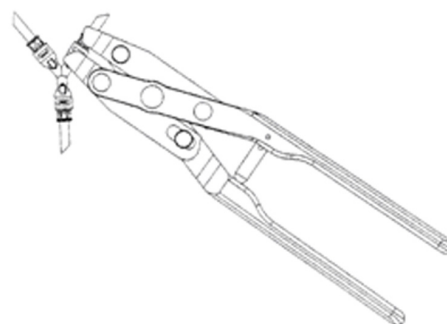

Figura 4-36. Ferramenta de montagem de conexão rápida (abordagem do lado do conector de 3 vias)
9. Quando usar um conector de 3 vias, a ferramenta de montagem deve ser usada 3 vezes, uma vez em cada extremidade do conector. A ferramenta de montagem deve ser encaixada a partir do lado de cada extremidade do conector. Faça avançar a tubagem para cada extremidade do conector até a tubagem tocar na parede interna do conector, como pode ser observado através da janela do conector. (Figura 4-36)